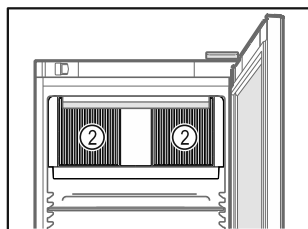

Fig. 60
- Ne pas obstruer les fentes d'aération Fig. 60 (2) du ventilateur de circulation d'air à l'intérieur de l'appareil.